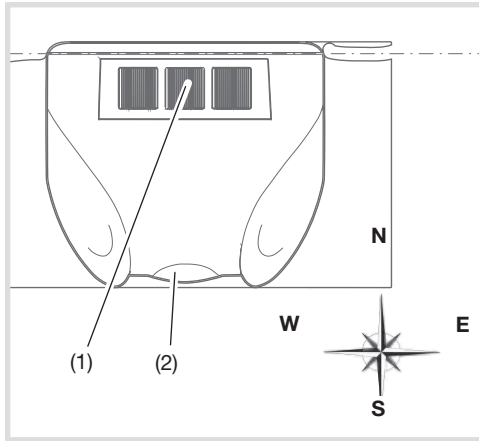

Figure 3 : orientation plein sud et horizontale
- waagerechte Montage im Außenbereich von Gebäuden (Bild 3), vorzugsweise im Dach- und Fassadenbereich
- Gerät mit Hilfe eines Kompasses nach Süden ausrichten (Bild 3).
- Gerät in Querrichtung mit Wasserwaage waagrecht ausrichten (Bild 3).